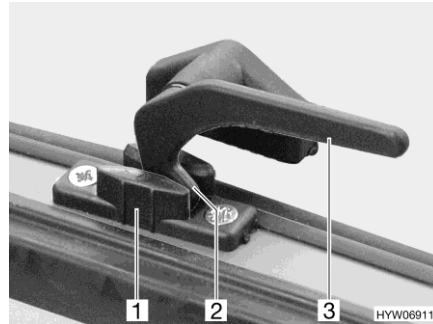

Bild 40 Låsarm (läget "kontinuerlig vädring")
- I läget "kontinuerlig vädring" (Bild 40)
- Sväng låsarmen (Bild 40,3) ett kvarts varv mot fönstrets mitt.
- Vrid tillbaka alla låsarmar. Därvid måste låsspaken (Bild 40,2) föras in i spåret på fönsterlåset (Bild 40,1).